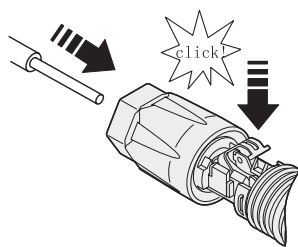

Fig. 32. Inserción del cable DC en el conector de la batería.
4. Insertar el cable de DC pelado en el conector de la batería lo suficientemente profundo y cambiar el soporte de sujeción para asegurarse de que esté bien bloqueado con el cable pelado, como se muestra en la Fig. 32.